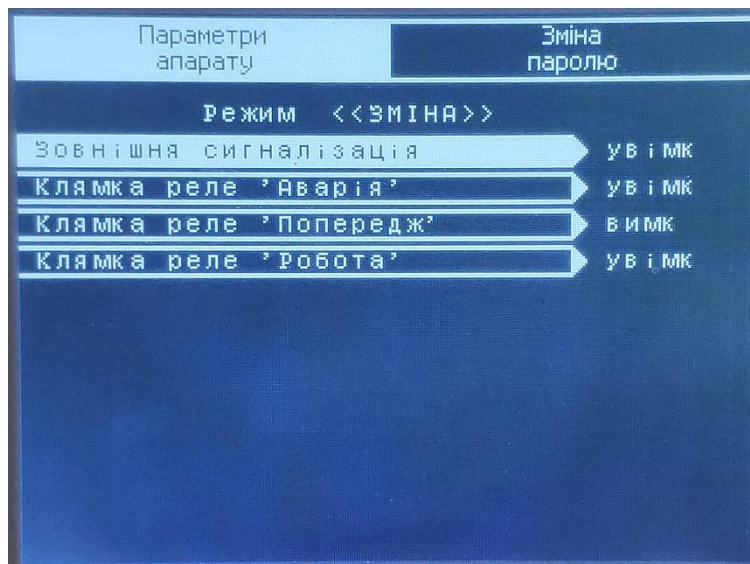

Рисунок 9 – Підрозділ «Конфігурація МС»
2.1.2. «Конфігурація МС» - підрозділ налаштувань реле модуля сигналізації МС (див. рисунок 9).